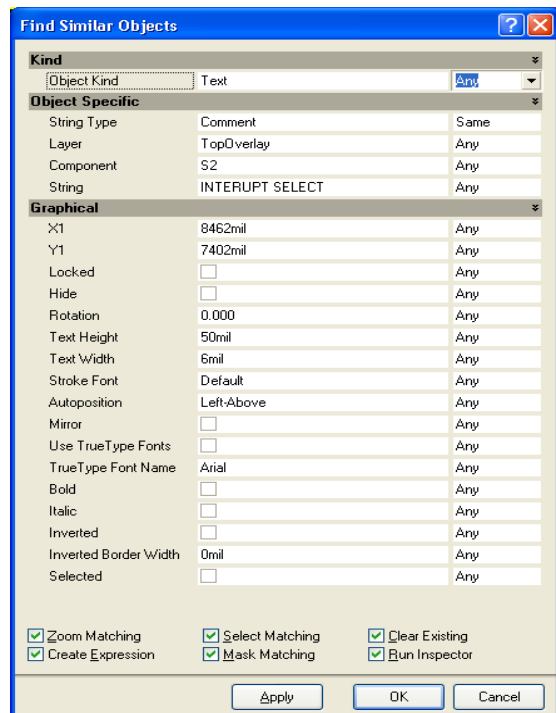

图 61 用 Find Similar Objects 对话框高亮所有元件注释
- 这个将选择所有跟查找标准相匹配的对象。图 61 用 **Find Similar Objects** 对话框高亮所有元件注释